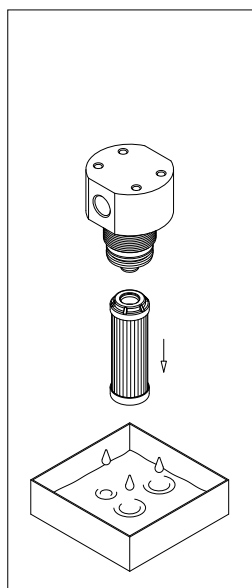

fig. 8
- (Fig. 8) Estrarre l'elemento filtrante